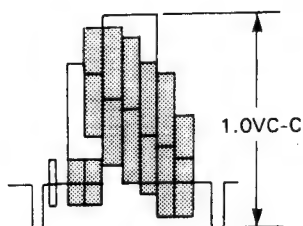

Figure 2-4.
3. Régler R203 de sorte que l'amplitude de signal est 1.0 Vc-c comme indiqué dans la Figure 2-4.